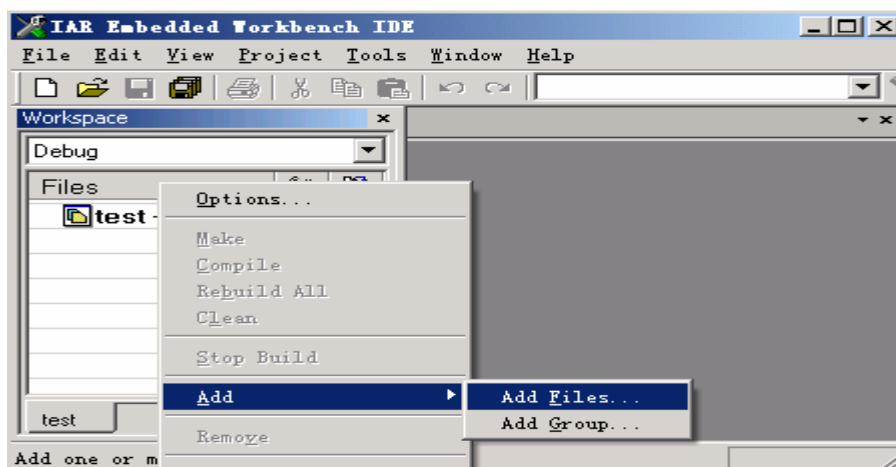
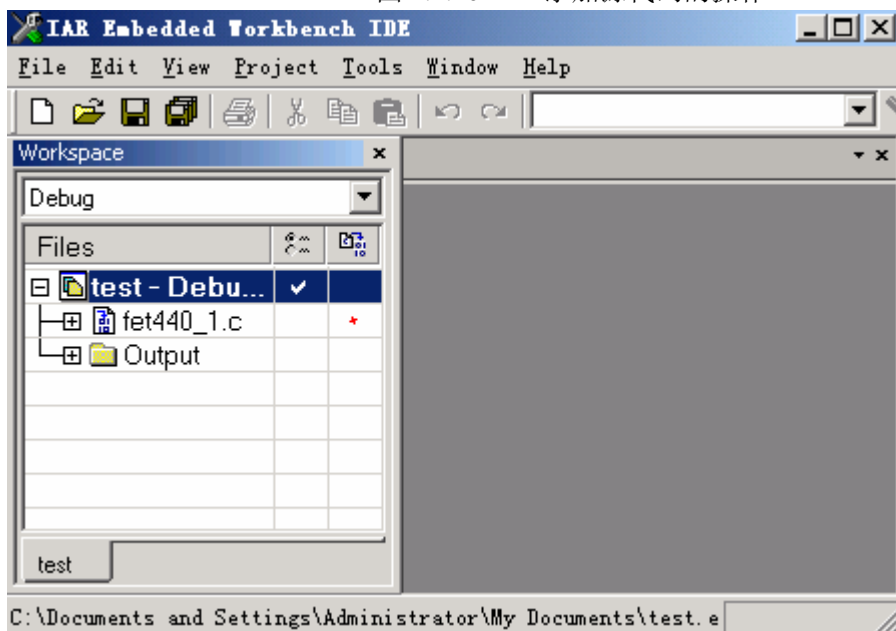
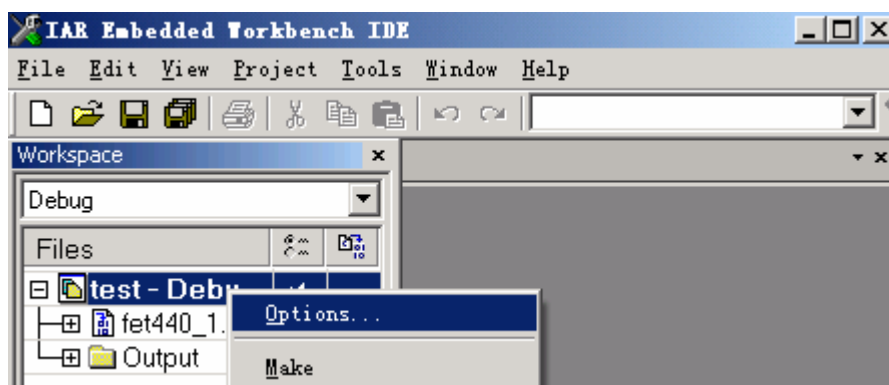

图 2.2.10 添加源代码的操作
图 2.2.11 有源代码的工程项目
图 2.2.12 进一步设置工程的操作
4.0\430\FET\_examples\fet440\C-source ( C 语言例程 ) 或者 C:\Program Files\IAR Systems\Embedded Workbench 4.0\430\FET\_examples\fet440\asm-source (汇编例程)。可以直接先感受系统提供的例程。鼠标右键点击“test”项目文件名,使用添加文件(如图 2.2.10)。按照上述路径将 c 源程序“fet440\_1.c”添加到项目文件中(如图 2.2.11),添加之后的项目就包含具体内容:可以使用源程序中的语句来具体说明我们这个项目要完成的什么事情。但是还不完整,还需要一些其他具体信息,最关键的是使用什么芯片来实现我们这个项目。同样鼠标右键点击 test 项目名,使用 Options 操作(如图 2.2.12)进行进一步设置。